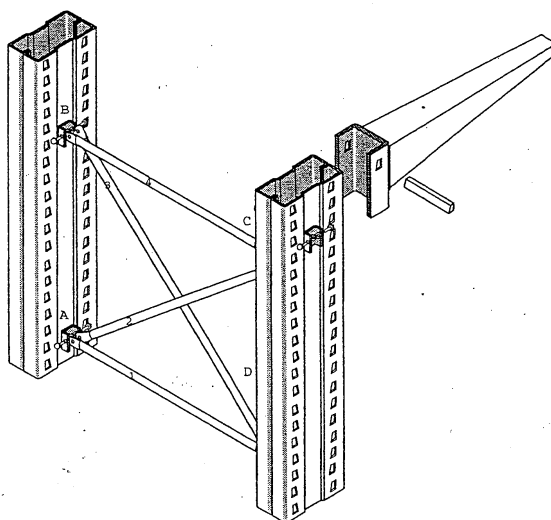

Fig. 4
- e) Stel de schoring samen, beginnende bij traverse 1 , vervolgens diagonaal 2,3 en traverse 4, rekening houdend met de aangeduide posities (A, B, C, D) van traversen en diagonalen. (Fig. 4)